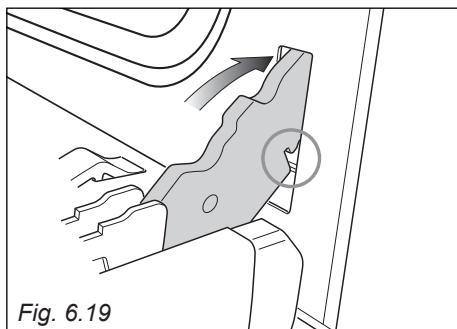

Fig. 6.19
2. Insérer le crochet des charnières (droite et gauche) dans son emplacement; s'assurer que la rainure soit dans sa logement (fig. 6.19).